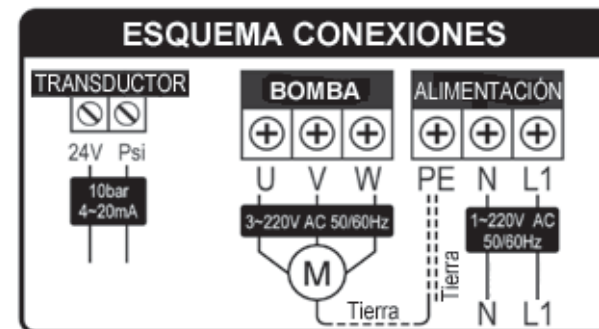

Figura 3 : Esquema conexiones
- Conecte la bomba a la red eléctrica teniendo en cuenta las especificaciones anteriores y el esquema eléctrico de conexión facilitado anteriormente (figura 3).
En el siguiente esquema (figura 3) se facilita una correcta conexión eléctrica.